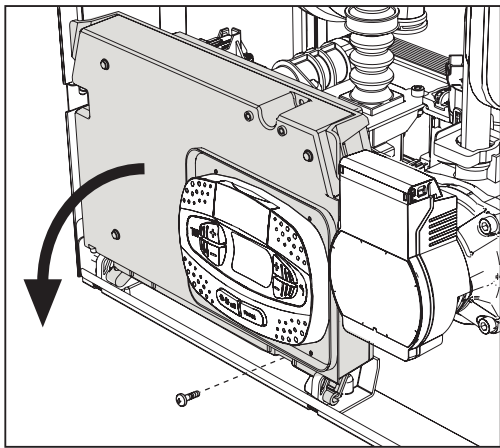
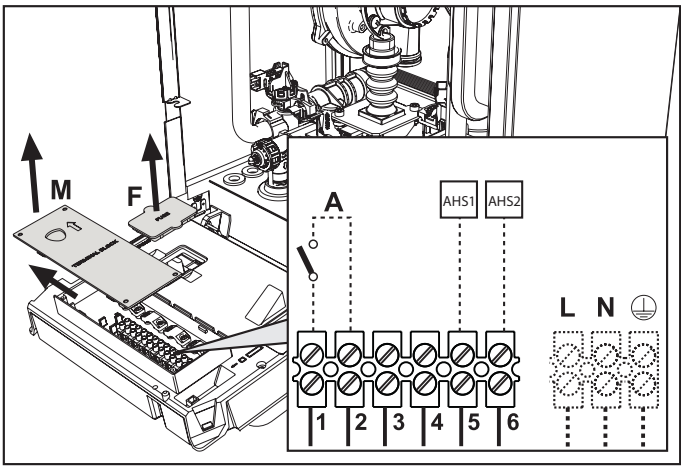

fig. 206 -
fig. 207 -
Dopo aver tolto il pannello frontale (sez. "15.8 Manutenzione straordinaria e sostituzione componenti della pompa di calore" a pagina 93) è possibile accedere alla morsettiera (M) e al fusibile (F) della scheda elettrica della caldaia seguendo le indicazioni descritte di seguito (fig. 206 e fig. 207). I morsetti indicati nella fig. 207 devono essere a contatti puliti (non 230V). La disposizione dei morsetti per i diversi allacciamenti è riportata anche nello schema elettrico "SCHEMA ELETTRICO UNITA' INTERNA" a pagina 101.
20.3 Configurazione Interruttore ON/OFF (A fig. 207)